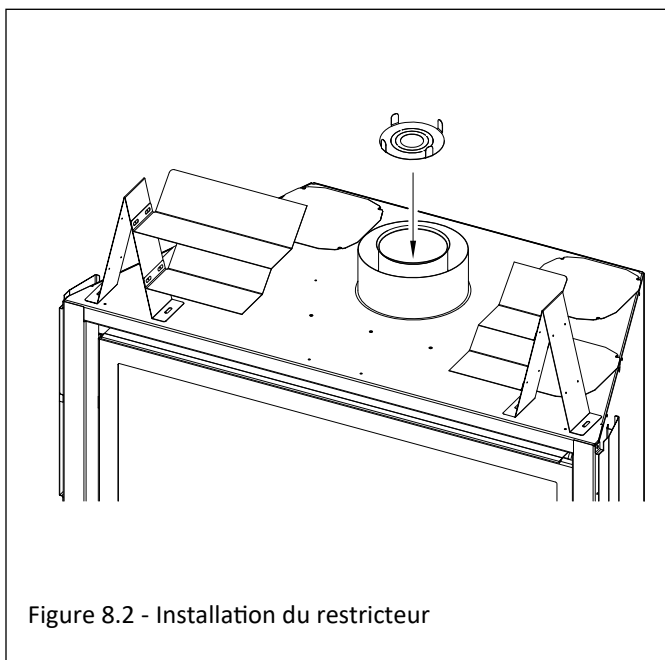

Figure 8.2 - Installation du restricteur
- La plaque de restriction est expédiée avec toutes les bagues intérieures intactes et, une fois installée, fournit la plus grande restriction de ventilation. Il y a (2) bagues intérieures qui peuvent être retirées. Lorsque vous assomez et retirez une bague intérieure, vous avez moins de restriction d'évent lorsque vous retirez les deux bagues intérieures, vous aurez le moins de restriction d'évent
- Suivez la FIGURE 8.2 pour l'installation de la plaque de restriction avant de fixer la ventilation ou à travers le déflecteur si la ventilation est déjà fixée. Pour les recommandations et les réglages de la plaque de restriction de ventilation, voir la section 12.2.3, RESTRICTION DE VENTILATION.